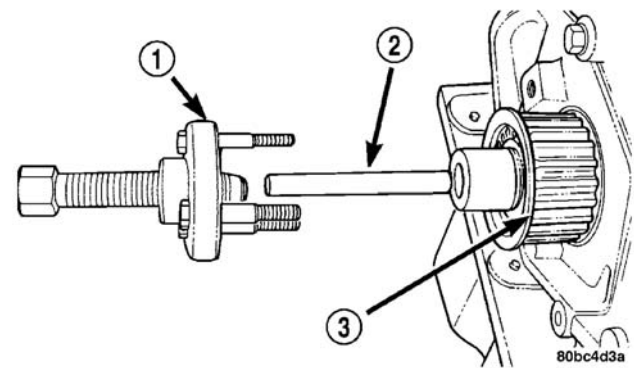

图 91 曲轴链轮-拆卸
- （5）用专用工具 6793 和 C-4685-C2 卸下曲轴链轮（图 91）。